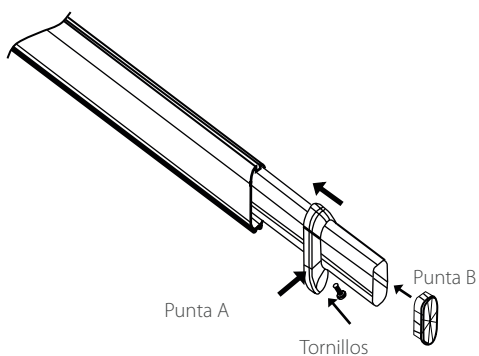

Figura 3-4
- 5) Instale la Punta A a través de la expansión de brazo y fíjela en el extremo del brazo principal. Luego instale la Punta B en el extremo de la expansión de brazo, como se muestra en la figura 3-4.